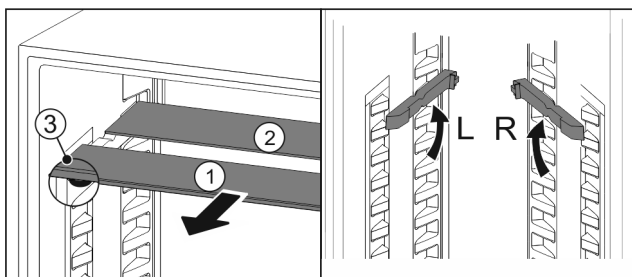

Fig. 59
- Skleněné desky jednotlivě vytáhněte dopředu Fig. 59 (1).
- Skleněná deska Fig. 59 (1) s ozdobnou lištou leží vpředu.
- Zarážky Fig. 59 (3) směřují dolů.